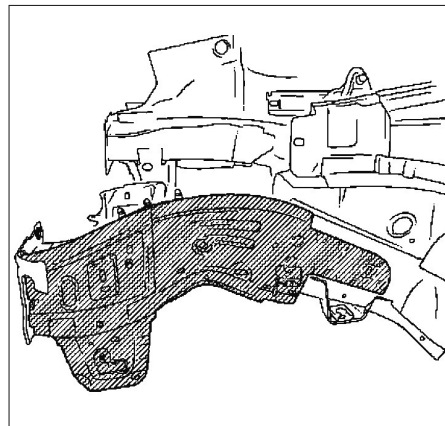

FIG. 16
- Enlever par perçage la tôle de fermeture du longeron (fig. 16).